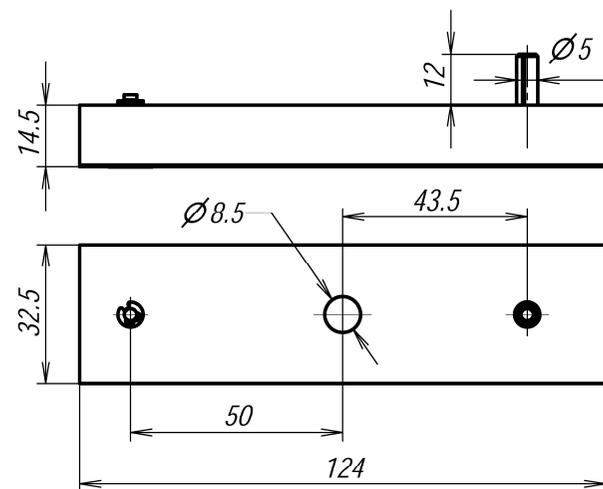

Рисунок 6 - Якорь
5.5 Якорная часть замка устанавливается на двери напротив корпуса. Для варианта поставки **AL-180FB-01** в двери подготавливаются монтажные отверстия для штифта и деталей крепления в соответствии с габаритным чертежом якоря (рисунок 6).